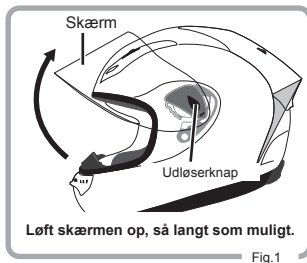

Fig.1
- ① Løft skærmen op (Fig. 1). (Løft den op, så langt den kan komme.)